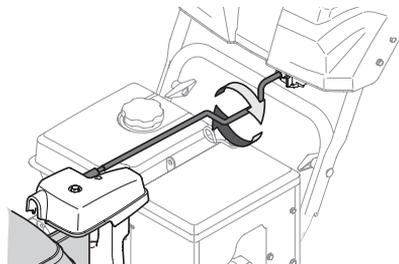

Figura 71
4. Tome la porción indentada de la varilla de control del canal y gire el conjunto del canal manualmente hacia la derecha o hacia la izquierda (Figura 71).